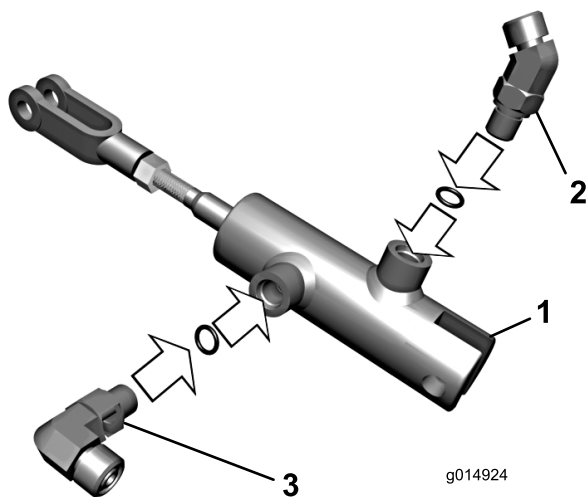

図 4
6. 油圧シリンダの上部に 45 度フィッティングを取り付ける；図 4 のように取り付けること。
7. 油圧シリンダの側部に 90 度フィッティングを取り付ける；図 4 のように取り付けること。